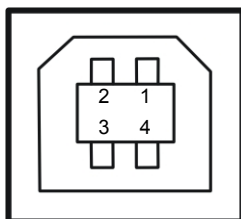

图 D-2 USB-B 型插座
1. USB 接口插座为 USB-B 型插座（如图 D-2 所示）。